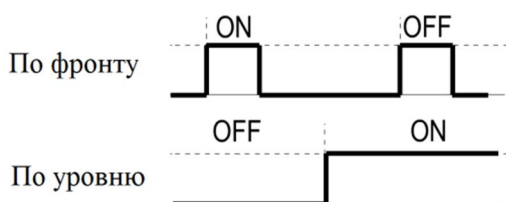

Рис.4. Логика управляющих сигналов START/STOP и DIR.
Настройка внешнего сигнала «DIR» аналогична сигналу «START/STOP». Положение OFF микропереключателя DIP2 определяет обработку сигнала DIR по фронту, положение ON – по уровню (рис. 4).
7. Установить логику работы сигналов «START» и «DIR» микропереключателями DIP1 и DIP2 (группа переключателей SW3) в соответствии с рис.4.